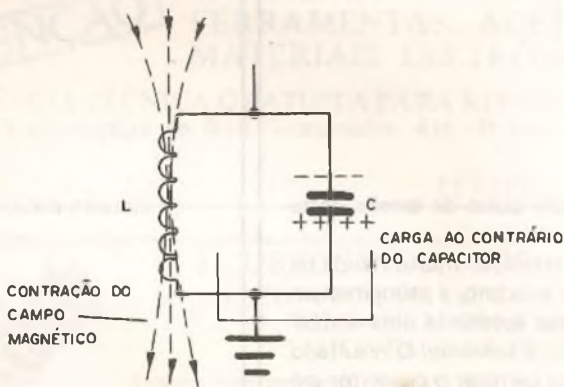

figura 867
c) No capacitor a energia se encontrava no campo elétrico entre as armaduras. No indutor, a energia do circuito passa a estar presente no campo magnético. Cessada a descarga do capacitor, não há mais corrente para circular no indutor. O resultado é que o seu campo magnético se "contrai", havendo a indução de uma tensão nos extremos da bobina, conforme mostra a figura 867.